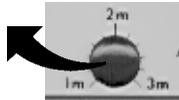

Bild 5
- An der Kalibrierschraube des Steuergerätes, mittels eines kleinen Schlitzschraubendrehers, die Tiefe des Auffangbehälters (z.B. Zisterne/ Erdtank/ Kellertank) einstellen, siehe Bild 5.
- 1.) Stopfen vorsichtig entfernen und aufbewahren, siehe Bild 5.